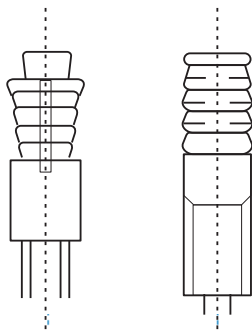

Figura 3.2
- Determine la ubicación en el techo de la sala o el techo del edificio para el montaje, y perfore cuatro orificios de $\Phi 12$ mm x 50-55 mm. A continuación, incruste y coloque los anclajes del gancho de expansión (accesorio comprado 2) en estos orificios. Véase Figura 3.2.